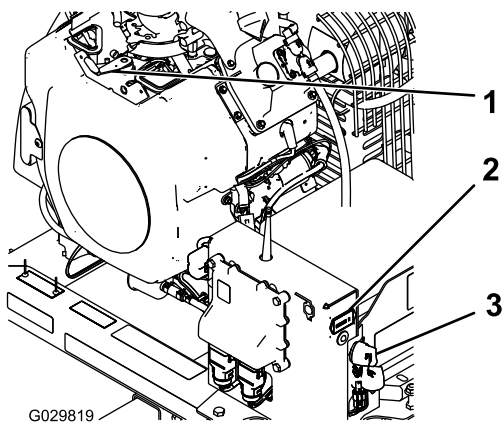

Рисунок 15
3. Поверните ключ зажигания двигателя в положение ПУСК (Рисунок 15).
- Прежде чем покинуть машину, поверните ключ в положение ВЫКЛ. и выньте его из замка зажигания (Рисунок 15).